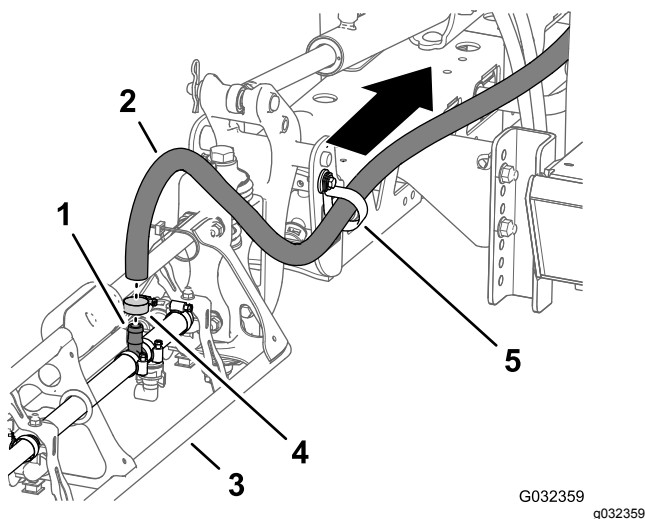

図 37
1. ブームの外端部で、給液ホースをバーブ付き T 字フィッティングに固定しているホースクランプを外す 図 37。
2. T 字フィッティングからホースを取り外す 図 37。
3. ホース端部を R クランプから外す 図 37。